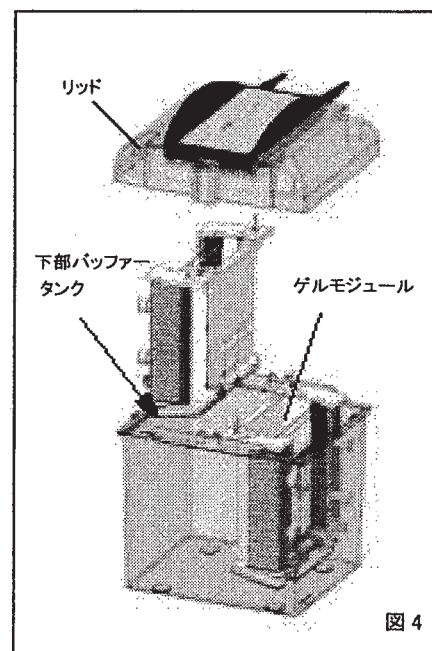

図 4
- 1) シーリングプレートをつまみを下段の窪みにはめ込み (図4)、ゲルの底面が下部バッファータンク内のバッファーに接するようにします。